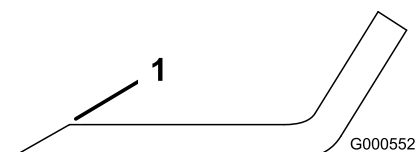
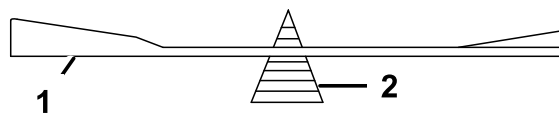

Figure 45
Figure 46
1. Au moyen d'une lime, aiguiser les tranchants aux deux extrémités de la lame (Figure 45). Veillez à conserver l'angle de coupe d'origine. Limez la même quantité de métal sur chacun des deux tranchants pour ne pas déséquilibrer la lame.
2. Vérifiez l'équilibre de la lame en la plaçant sur un équilibreur (Figure 46). Si la lame reste horizontale, elle est équilibrée et peut être utilisée. Si la lame est déséquilibrée, limez un peu l'extrémité de la partie relevée seulement (Figure 45). Répétez la procédure jusqu'à ce que la lame soit équilibrée.